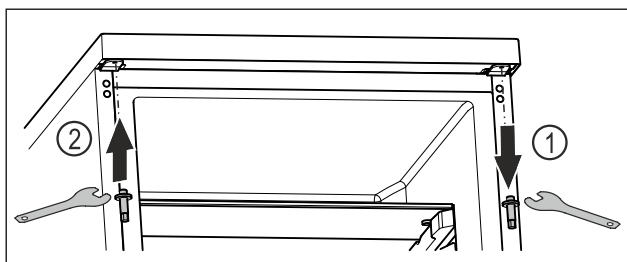

Fig. 18
- Skru den øverste bolt af med unbrakonøgle. Fig. 18 (1)
- Indsæt bolten fast på den modsatte side med unbrakonøgle. Fig. 18 (2)